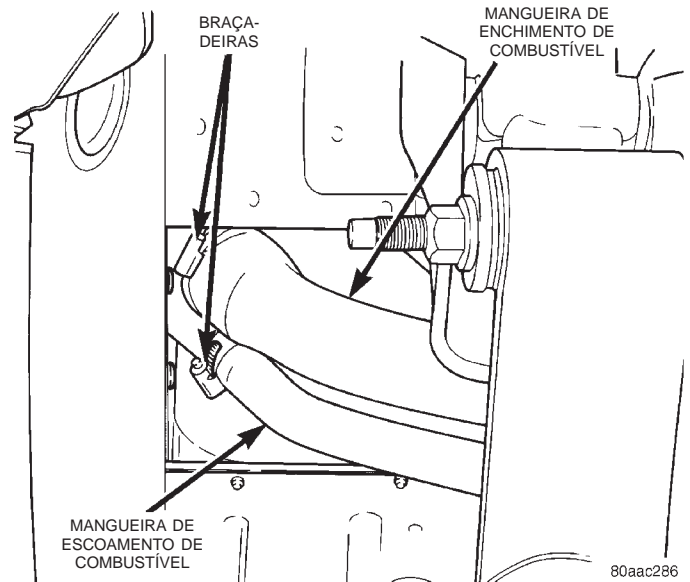

Fig. 35 Mangueiras de Escoamento e de Enchimento de Combustível
(6) Retire a mangueira de abastecimento do reservatório de combustível e as braçadeiras da mangueira de escoamento no tubo de enchimento do reservatório de combustível (Fig. 35). Retire as duas mangueiras no tubo de enchimento de combustível (Fig. 35).
(7) Retire as cavilhas de montagem da proteção contra aquecimento do tubo traseiro do escapamento e retire a proteção.